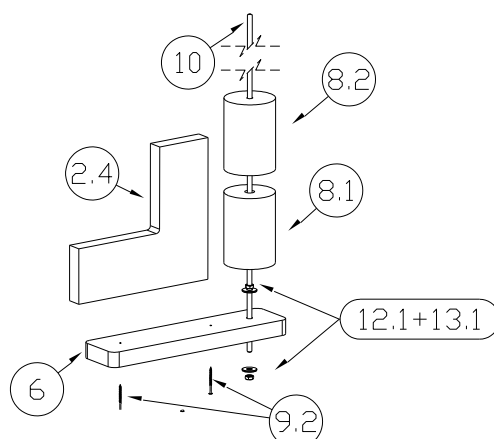

Рис. 1
- 3.3. Последовательность сборки лестницы приведена на рис. 1 – 4.